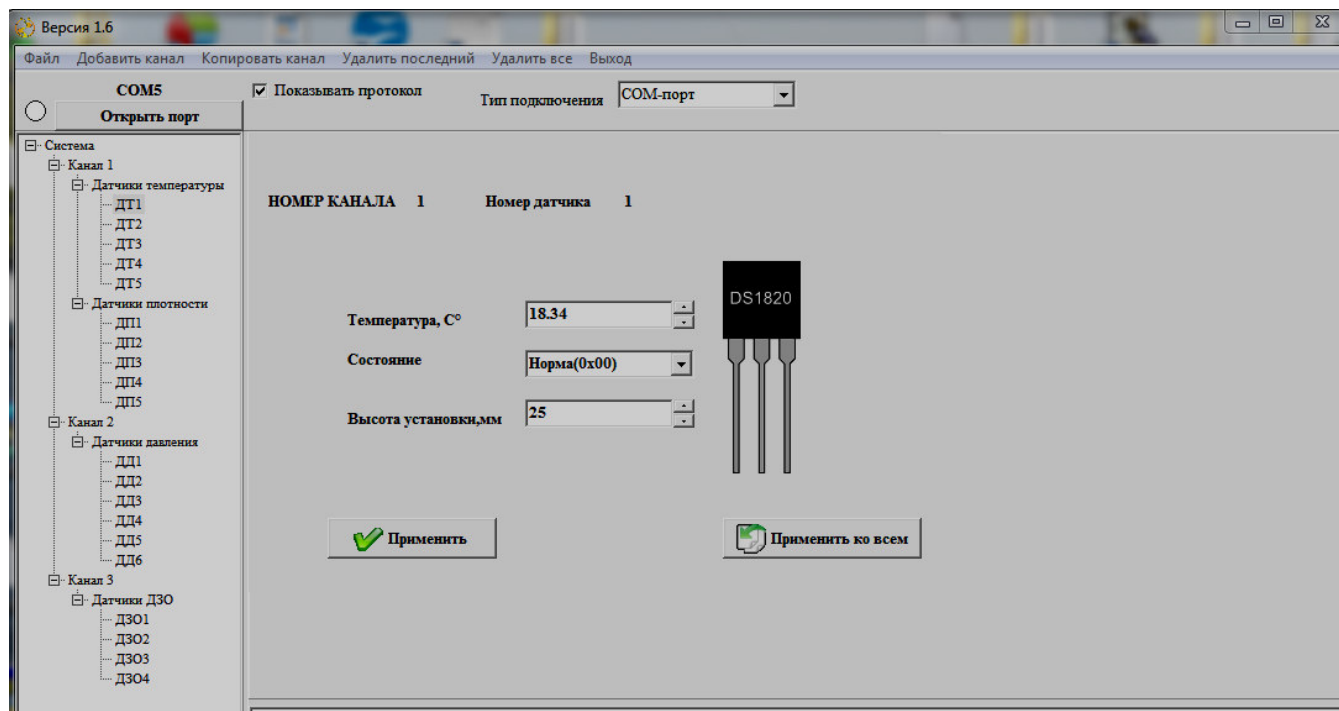

Рисунок 12
2.7 После настройки параметров каждого датчика (рисунок 12), необходимо нажимать кнопку «**Применить**» для того, чтобы изменения вступили в силу. Для того, чтобы распространить параметры выбранного датчика на все датчики данного вида в пределах канала, можно использовать кнопку «**Применить ко всем**». Настройка каждого канала по отдельности может оказаться медленной операцией. Для упрощения работы предусмотрена возможность копирования уже настроенных узлов. Для этого надо, активировав узел на дереве системы, выбрать пункт меню «**Копировать канал**». При этом все данные выбранного канала, включая все данные входящих в него датчиков, будут скопированы в новый канал.